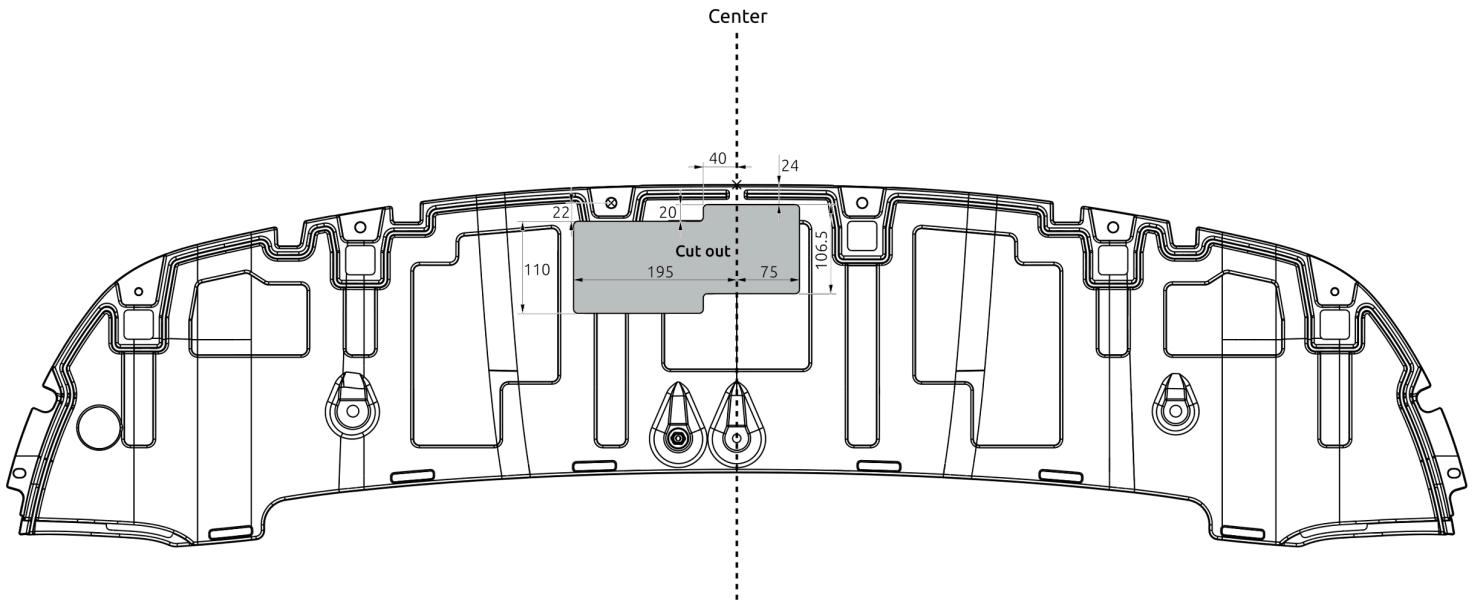

Fig. 3
8. Выпилить обозначенную часть, как указано на рис. 3.